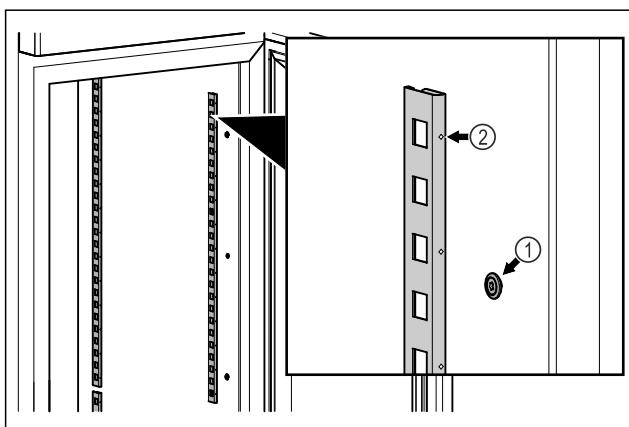

Fig. 48 Приближене відображення
- Зачепити фіксувальну планку за підвіску Fig. 48 (1).
Маркування Fig. 48 (2) повинно бути спрямоване вперед.